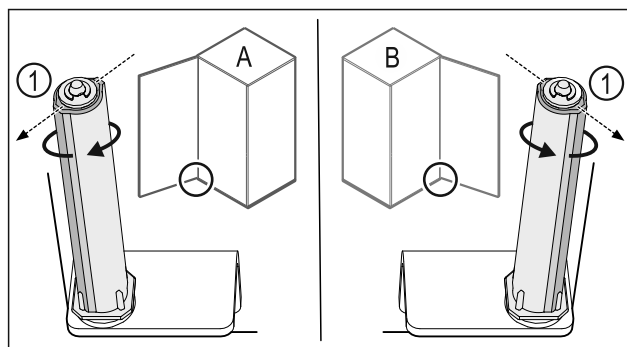

Fig. 43 Vasakpiiraja (A) / parempiiraja (B)
- Keerake sulgemissüsteemi vastu takistust, kuni sulgemissüsteemi vahetugi Fig. 43 (1) on suunatud väljapoole.